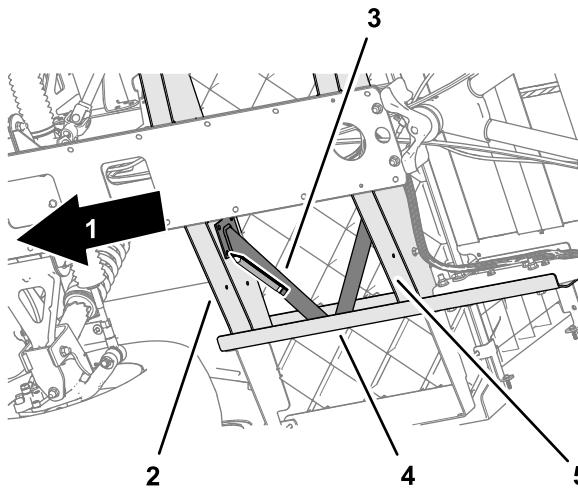

Bild 15
Hinterrahmenkanal der Maschine aus (Bild 15).
- Flachten Sie die Bodenstrebe parallel mit dem Boden aus (Bild 15).
- Verwenden Sie die Bodenstrebe als Schablone und markieren Sie die Lochpositionen am Seitenrahmenkanal und an den Bodenkanälen (Bild 15, Bild 16 und Bild 17).